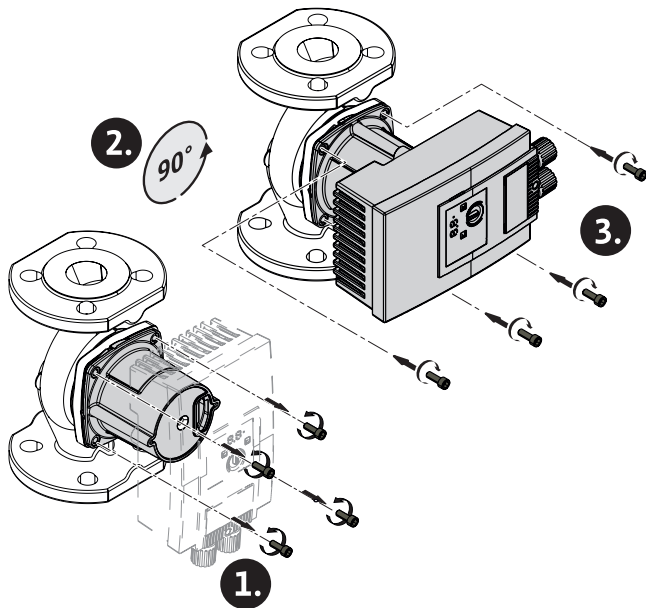

Fig. 5: Pozicioniranje motora
2. Otpustiti glavu motora i pažljivo okretati → Fig. 5.